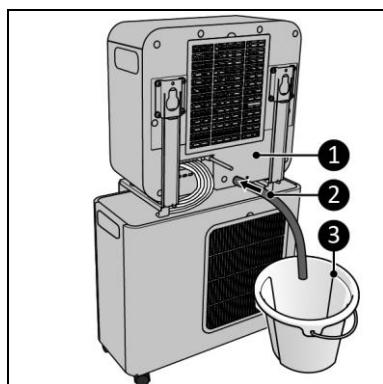

Abbildung 14
7. Schließen Sie den Kondenswasser-Ablauchschauch (Abbildung 14, Pos. 2) an der Rückseite des Innengeräts (Abbildung 14, Pos. 1) an.
8. Führen Sie den Kondenswasser-Ablauchschauch (Abbildung 14, Pos. 2) in einen Eimer (Abbildung 14, Pos. 3).
2. Der Kondenswasser-Ablaufschlauch (Abbildung 14, Pos. 2) muss an der Rückseite des Innengeräts angeschlossen und in einen Eimer (Abbildung 14, Pos. 3) geleitet werden.